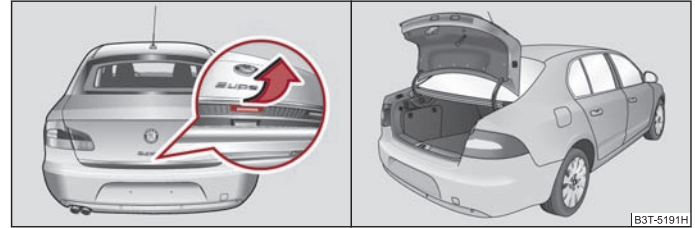

Fig. 30 Mânerul capacului portbagajului/ capacul mic al portbagajului deschis
După descuierea autovehiculului de la telecomandă, respectiv cu cheia ⇒ pagina 42, puteți deschide capacul mic al portbagajului ⇒ fig. 30.
- Apăsăți mânerul de pe partea interioară a capotei portbagajului ⇒ fig. 30 - stânga, capota se ridică automat ⇒ fig. 30 - dreapta.